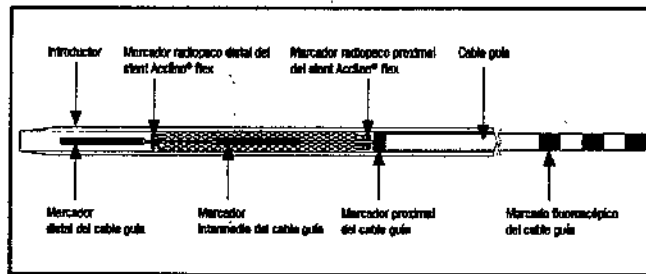

Figura 1: Stent Acclino® flex
- Inicie la fluoroscopia como muy tarde cuando el marcado fluoroscópico proximal del cable guía alcance la VHR (véase la Figura 1).